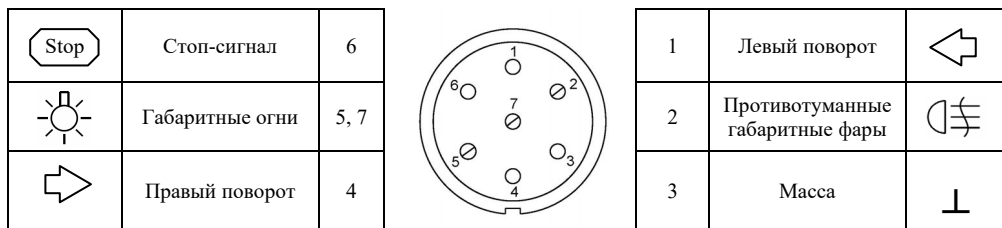

Рис.2. Схема подключения электрооборудования
- подключить провода от клемм розетки к бортовой сети автомобиля в соответствии со схемой Рис.2 с помощью разветвителей проводов;